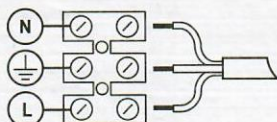

Рис. 1
3. Присоедините подготовленные концы проводов к проводам светильника L, N, (значок заземления) способом доступным «Правилами устройства электроустановок» (Рис.1).